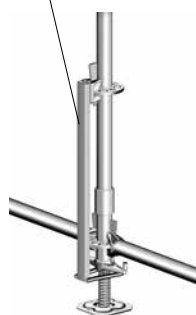

Abb. 10.1
9. Die MTT-Spindelbefestigung mit Keilkopf dient beim Umsetzen von Turmeinheiten mit dem Kran als Sicherung von MTT-Fußspindel und MTT-Anfangsstück gegen Herausfallen. Sie wird an den 4 MTT-Treppenturm-Stielen befestigt (Abb. 10.1).